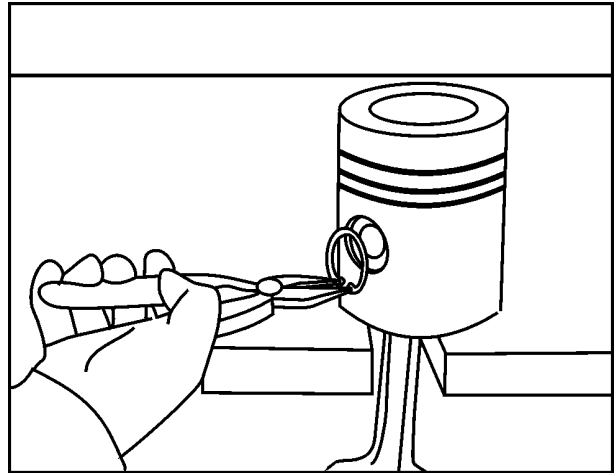
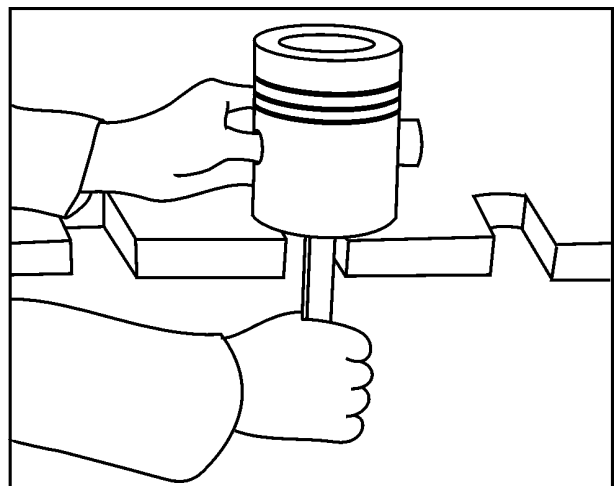

FIG 2
FIG 3
2. Remova os anéis trava. **Fig. 2** e retire o pino do Pistão manualmente, **Fig. 3.**